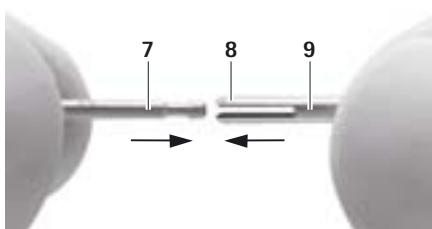

Fig. 5
- Assembler la tige 5, voir Fig. 5: